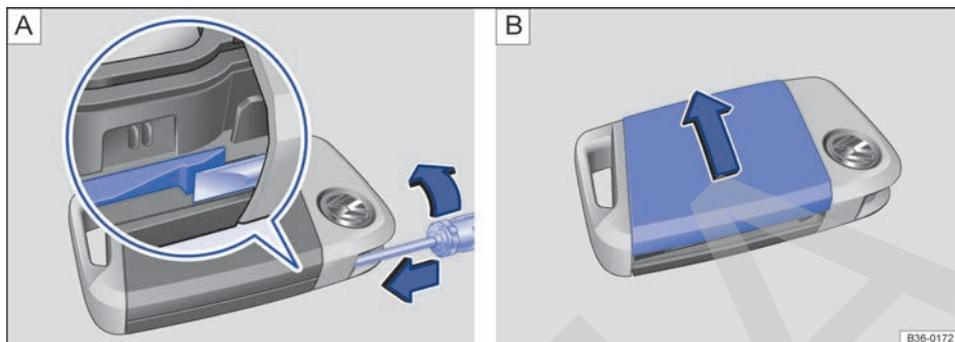

Fig. 34 Llave del vehículo: apertura de la tapa del compartimento de la pila.
La pila se encuentra en la parte posterior de la llave detrás de una tapa → fig. 34.
- Introduzca un destornillador de hoja plana de aprox. 3 mm de ancho unos 12 mm en la llave del vehículo por la guía exterior de la llave de emergencia en el sentido de la flecha → fig. 34 A.
- Desplace la tapa del compartimento de la pila en el sentido que indica la flecha → fig. 34 B y retírela → 1.
- Coloque la tapa y presiónela sobre la carcasa de la llave en el sentido contrario al de la flecha hasta que encaje → fig. 34 B.